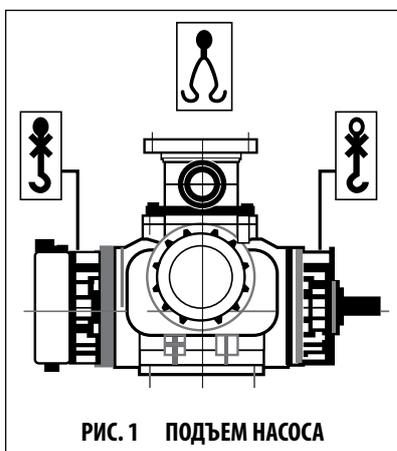

РИС. 1 ПОДЪЕМ НАСОСА
2. При подъеме насоса закрепите грузовые крюки на выходных фланцах, как показано на рис. 1.